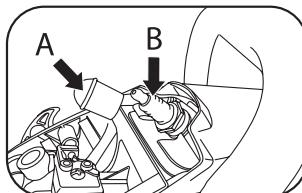

Рис. 14
2. Отсоедините высоковольтный кабель от свечи зажигания (A) (Рис. 14).
3. Выверните свечу зажигания (B) при помощи специального ключа для свечей.